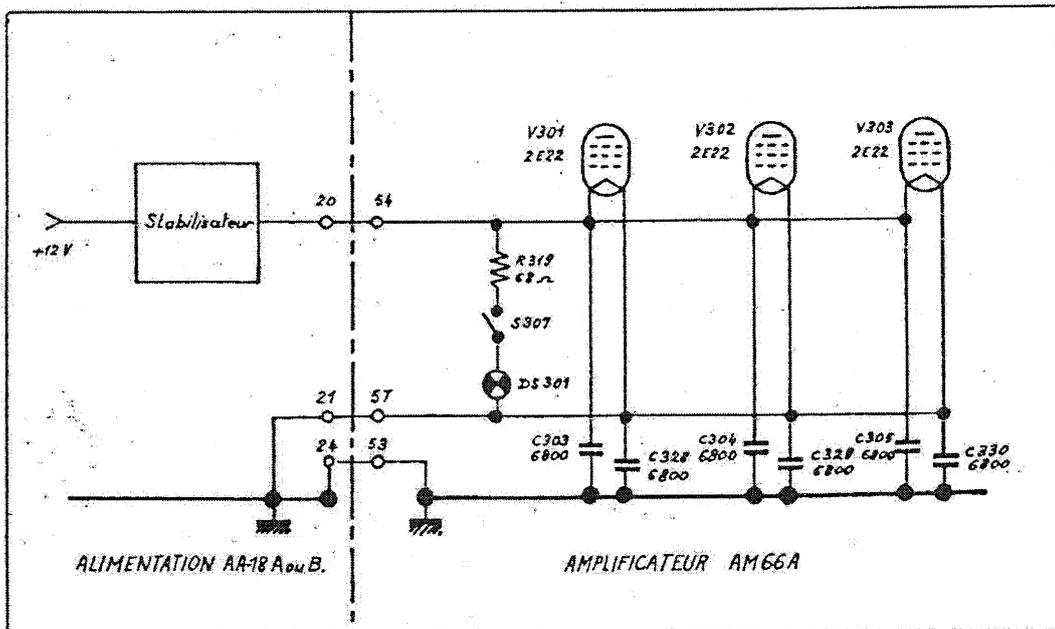

Fig. 4 - Alimentation filaments des tubes de puissance.
- Fig. 4 Alimentation filaments des tubes de puissance